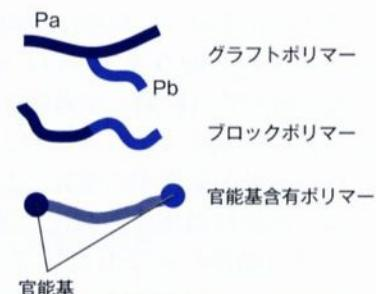

図 3 相溶化剤の構造例
ポリマーブレンドにおける界面接着力を強化するため、「相溶化剤」がよく用いられます。これは、ブレンドする両者と仲がよい（親和性の高い）成分を有し、いわば両ポリマーの接着剤に成りうる材料です。例えば、ポリマー Pa と Pb をブレンドする場合には、①Pa と Pb のグラフトポリマー、②Pa と Pb のブロックポリマー、③Pa または Pb と反応する官能基を含有するポリマー などが挙げられます（図 3）。どの相溶化剤を選択するかは、ブレンドしたいポリマーの構造や組み合わせによって多種多様であり、材料開発者が最も苦労するポイントです。すなわち、「ポリマーブレンドによる新材料開発=いかに優れた相溶化剤を選択できるか」と言っても過言ではありません。